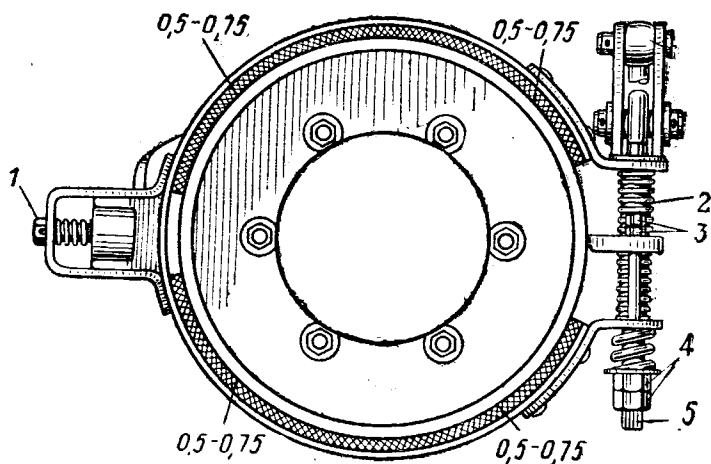

Рис. 45. Схема регулировки центрального тормоза;
2. Регулировочным болтом отрегулировать зазор между тормозными накладками и барабаном в пределах 0,5—0,75 мм (рис. 45).